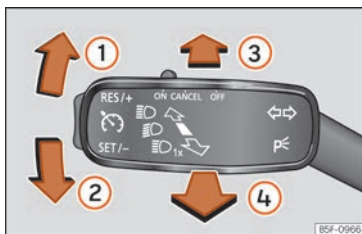

Fig. 95 Manípulo dos indicadores de mudança de direção e dos máximos.
- A partir da posição base, pressione para a frente o manípulo dos indicadores de mudança de direção e de máximos » Fig. 95 ③.
- **OU:** com a luz de máximos ligada, puxe para trás o manípulo dos indicadores de mudança de direção e de máximos » Fig. 95 ④.